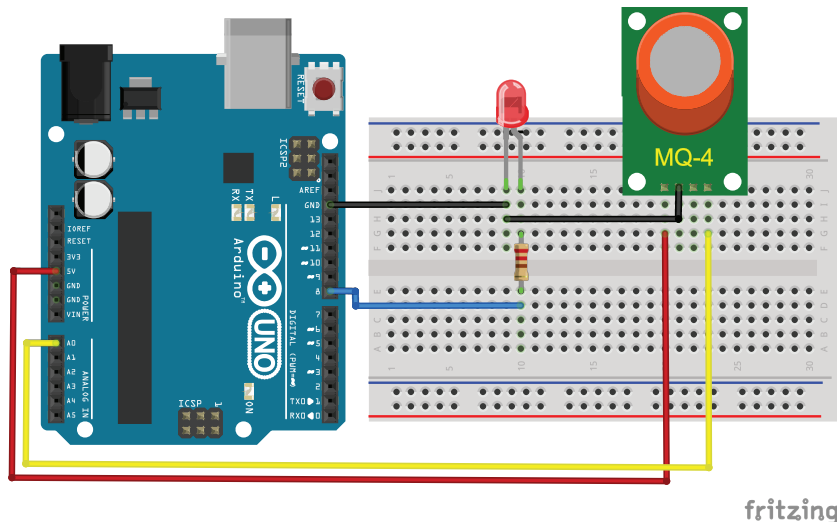

Рис. 22.1. Схема подключения датчика MQ4
В нашем эксперименте подключим датчик MQ4 к плате Arduino и посмотрим, как он реагирует на наличие газов. Схема подключения датчика показана на рис. 22.1.
1. Подключаем датчик MQ4 к плате Arduino по схеме на рис. 22.1.